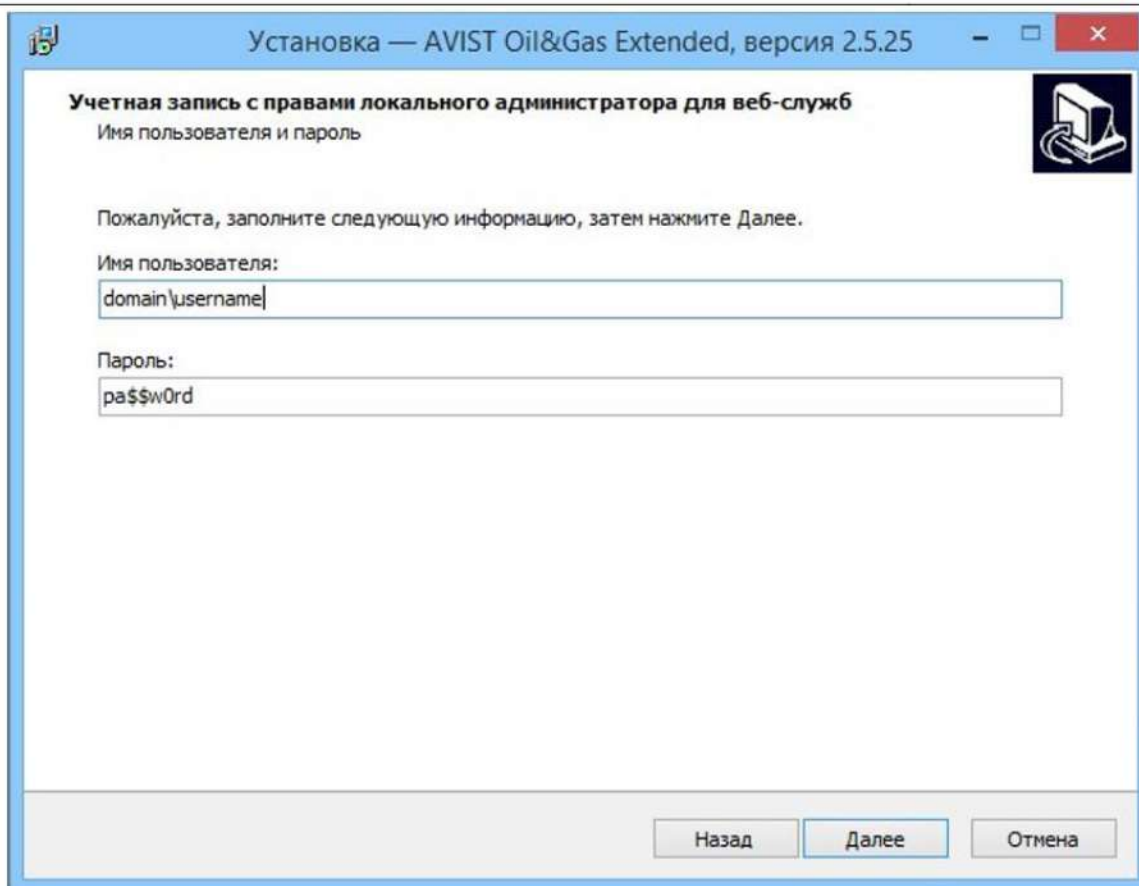

Рисунок 21 - Окно ввода данных учетной записи с правами локального администратора
- 6) Ввести данные учетной записи (имя пользователя и пароль), которая обладает правами локального администратора для веб-служб, нажать кнопку «Далее» (Рисунок 21).